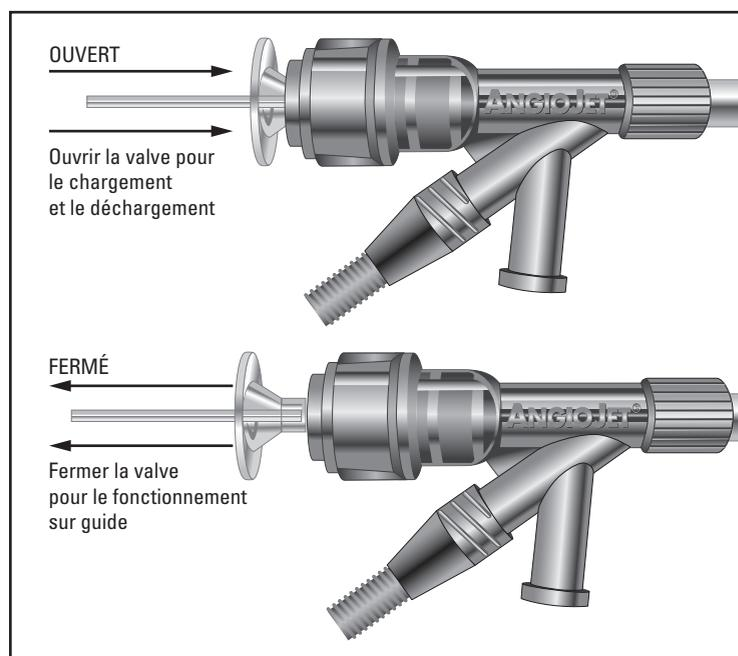

Figure 2. Fonctionnement de l'embase Tru-Seal™
3. Avant de charger, ouvrir la valve hémostatique en appuyant sur l'introducteur de l'embase du cathéter (Figure 2).
5. Fermer la valve hémostatique en agrippant l'introducteur et en le tirant vers l'arrière ; un clic se fait entendre (Figure 2). Aucun ajustement de la valve hémostatique Tru-Seal n'est nécessaire en cas de fuite ; vérifier que l'introducteur est totalement en position fermée (Figure 2).